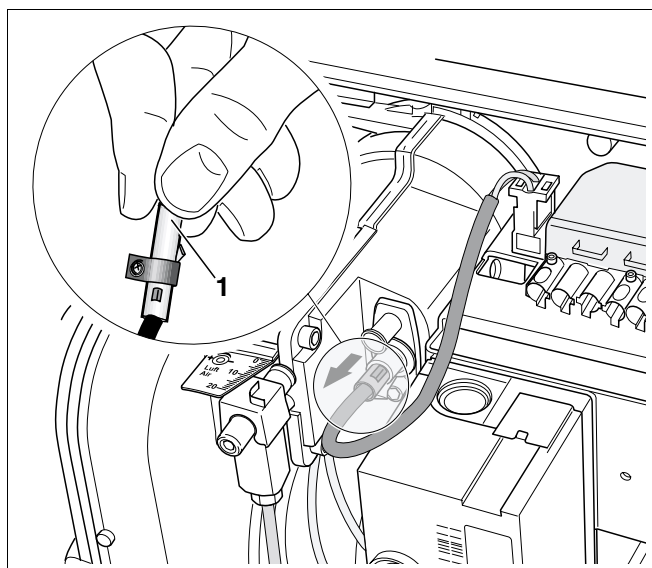

Fig. 14 Kontrol af fotocellens funktion
- Træk fotocellen ud af holderen med det dertil indrettede greb, mens brænderen kører (fig. 14).
- Dæk fotocellen til (fig. 14, **pos. 1**). Efter genstart skal brænderen slå fra på grund af driftsfejl.